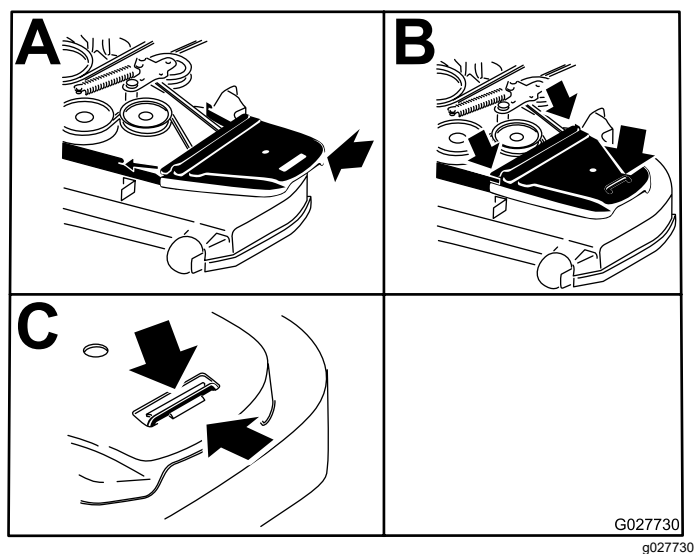

Figure 73
12. Posez les protège-courroies (Figure 73).